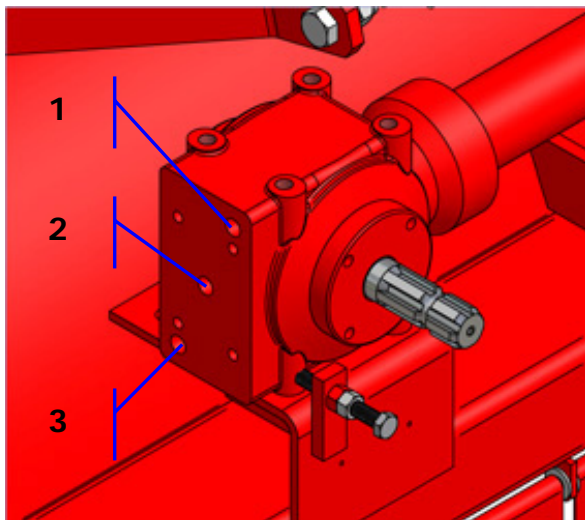
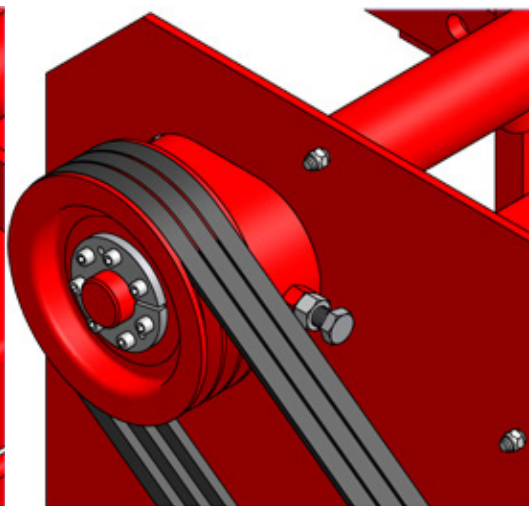

Figura 5
Figura 6
Para ello afloje el tapón superior (1) y luego el tapón (2) (**Figura 5**). Si fluye aceite el nivel es correcto. En caso contrario añada aceite SAE 90.
La Desbrozadora cuenta con dos tornillos para desplazar tanto la caja (**Figura 5**) como la prolonga (**Figura 6**). Estos deben usarse para hacer que la prolonga quede perpendicular a las correas como se muestra en la **Figura 7**. Con este desplazamiento no solo se alinean las poleas sino que se logran tensionar las correas. Esto debe hacerse periódicamente, ya que con el tiempo las correas ceden y pierden la tensión con que salen de fábrica.